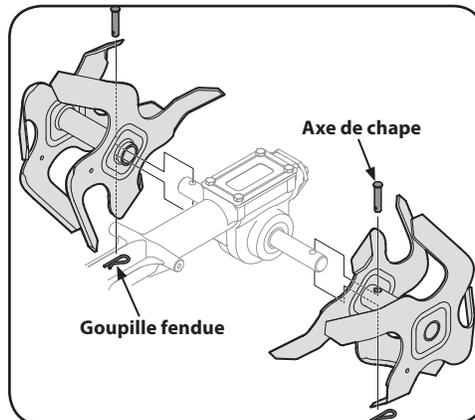

Figure 5-6
- Pour démonter les dents, retirez la goupille fendue qui fixe l'axe de chape. Voir Figure 5-6. Retirez l'axe de chape et faites glisser les dents vers l'extérieur pour les faire sortir de l'arbre.